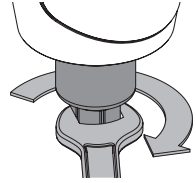

Abb. 8.9
- / Gemäß Abb. 8.9 die Abflachungen der Wartungsnuss mit einem Maulschlüssel SW27 fassen
- / Gemäß Abb. 8.9 den Maulschlüssel in Pfeilrichtung drehen, um die Filtertasse zu lösen. Filtertasse abnehmen